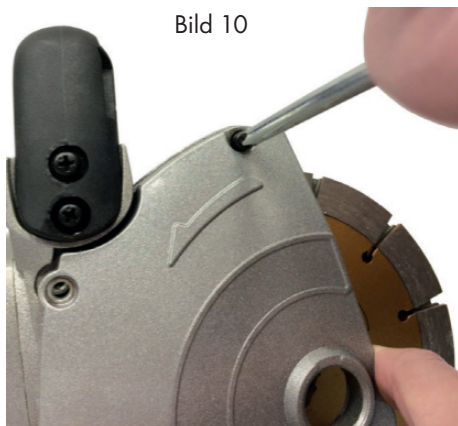

Bild 10
- Ta bort sidokåpan (15) genom att lossa de tre skruvarna, Fig. 10.